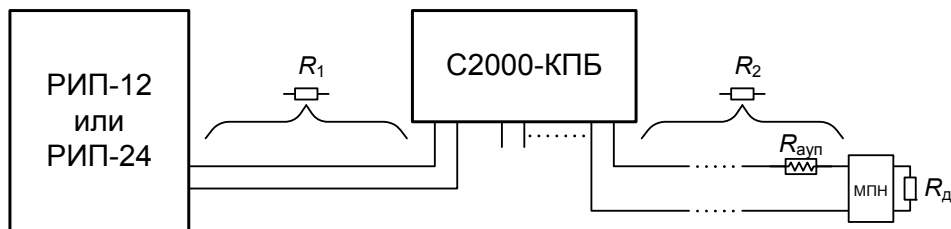

Рисунок 4
4.2 Рекомендуется размещать источник питания на таком удалении от блока, чтобы сопротивление проводов между источником питания и блоком R_1 (см. рис. 4) удовлетворяло условию: